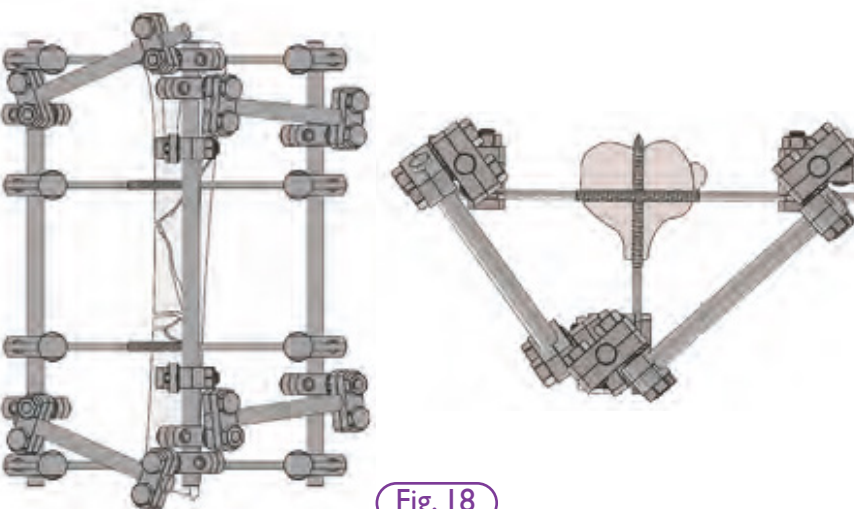

Fig. 18
**Type III: Bilateral, Biplanar. (Fig. 18).**